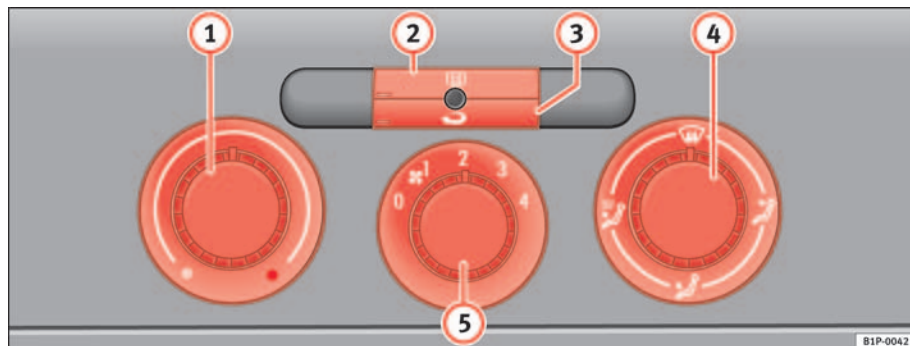

Abb. 104 In der Instrumententafel: Bedienelemente der Heizung
- Mit den Reglern ⇒ Abb. 104 ① und ④ und mit dem Schalter ⑤ stellen Sie die Temperatur, die Luftverteilung und die Gebläsestufe ein.
- Drücken Sie die jeweilige Taste ② bzw. ③, um eine Funktion ein- oder auszuschalten. Bei einer eingeschalteten Funktion leuchtet das Fenster unten links an der Taste auf.